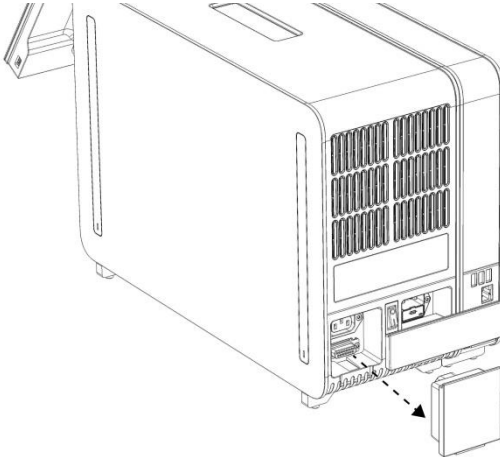

Figura 9. Retirada del puente de terminación.
- 1d. Retire el puente de terminación de la parte posterior del módulo analítico (figura 9).